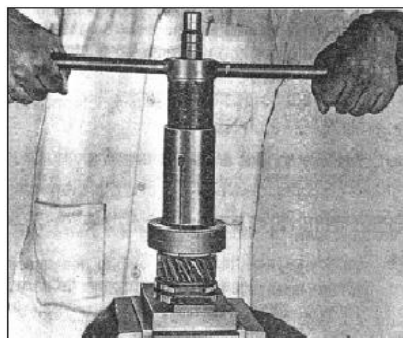

РИС.219
4) Снимите внутреннее кольцо цилиндрического подшипника первичного вала спец. съёмником 2505 5890 0103 (см. рис. 219). Промойте в керосине и продуйте сжатым воздухом все детали. Осмотрите и замените все неисправные детали.